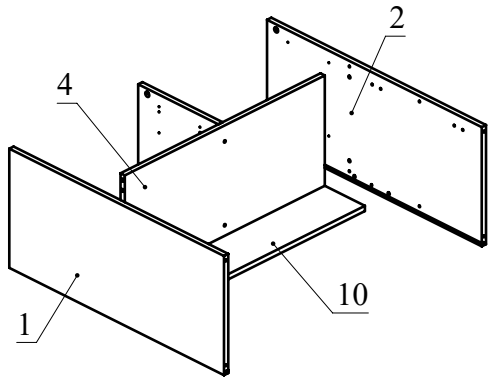

Рис.7
9. Установить детали 4 и 10 на деталь 1 и зафиксировать, повернув конфирматным ключом головки минификс по часовой стрелке (Рис.7)..
10. Установить детали 4 и 10 на деталь 2 и зафиксировать, повернув конфирматным ключом головки минификс по часовой стрелке (Рис.7).